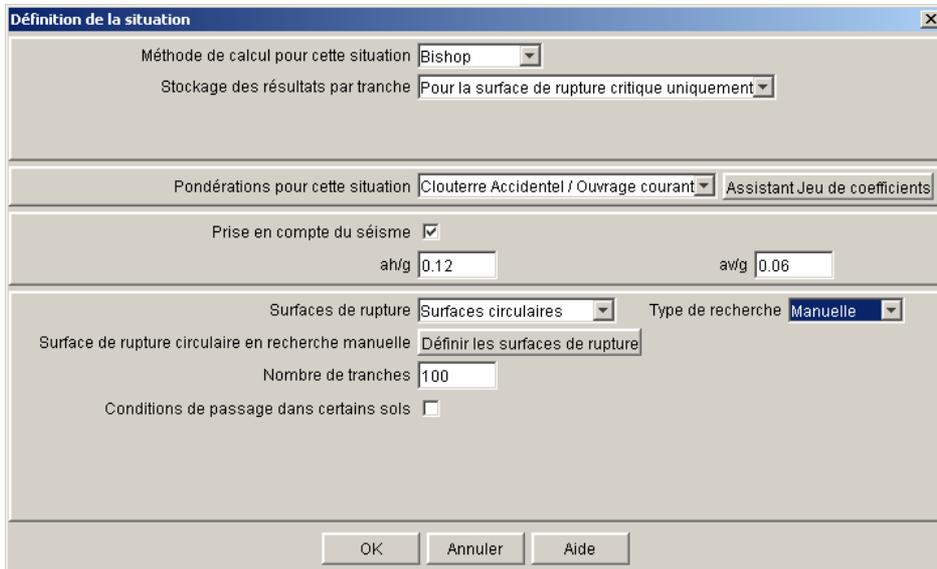

Figure 98 : boîte de dialogue de définition des situations
On accède à la définition des propriétés d'une situation par le menu "Phases et situations" puis l'option "Définition de la situation sélectionnée", soit par la même option dans le menu contextuel (clic droit sur le libellé d'une situation), soit encore par le bouton  de la barre de boutons contextuelle. Une boîte de dialogue s'ouvre (Figure 98), et les différentes données à compléter sont décrites dans les sous-chapitres suivants.
2 cases de saisie apparaissent alors (Figure 98) :
- Les surfaces de rupture circulaires en recherche manuelle : choix "Surfaces circulaires" et type de recherche "Manuelle" (Figure 98).